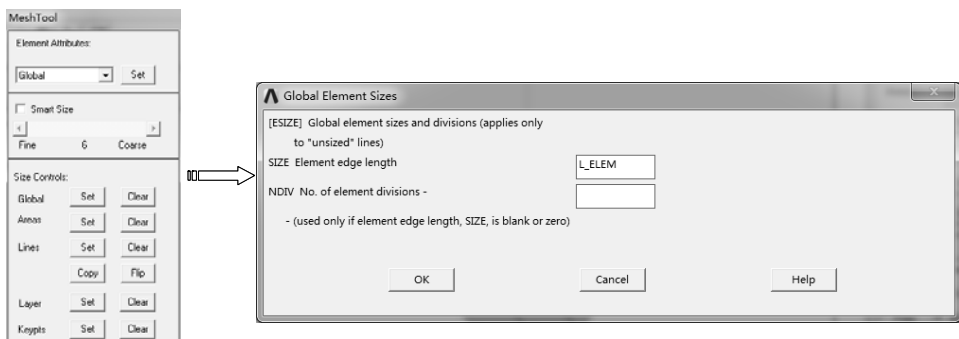

图 6-60 设置单元边长
4) 选择“Main Menu>Preprocessor>Meshing>Mesh Tool”命令，弹出“Mesh Tool”对话框，单击“Global”后的“Set”按钮，弹出“Global Element Sizes”对话框，在“Element edge length”文本框中输入 L_ELEM，单击“OK”按钮完成单元边长的设置，如图 6-60 所示。